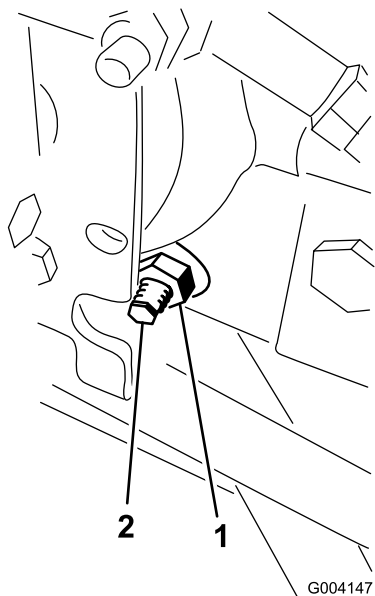

Figure 47
3. Sous le côté droit de l'hydrostat, desserrez le contre-écrou sur la came de réglage de transmission (Figure 47).